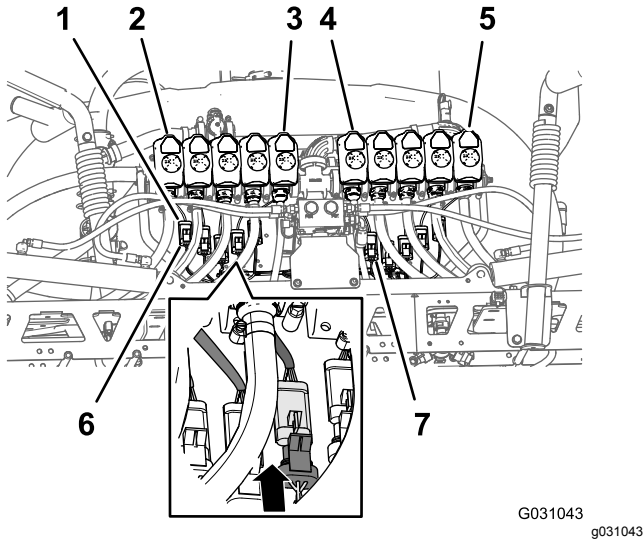

Bild 133
1. Verlegen Sie die 3-Buchsen-Stecker des 203-cm-Kabelbaumzweigs, der mit **Nozzle Valve 1** bis **Nozzle Valve 5** beschriftet ist, an der Rückseite der 10-Ventil-Befestigung und unter den Ventilen 1 bis 5 (Bild 133).
2. Verlegen Sie die 3-Buchsen-Stecker des 203-cm-Kabelbaumzweigs, der mit **Nozzle Valve 6** bis **Nozzle Valve 10** beschriftet ist, an der Rückseite der 10-Ventil-Befestigung und unter den Ventilen 6 bis 10 (Bild 133).
3. Schließen Sie den 3-Stift-Buchsen-Stecker des hinteren Kabelbaums, der mit **Nozzle 1** beschriftet ist, an den 3-Stift-Stecker des Kabelbaums für das Düsenventil 1 an (Bild 133).
4. Wiederholen Sie Schritt 3 an den Düsenventilpositionen 2 bis 10 (Bild 133).